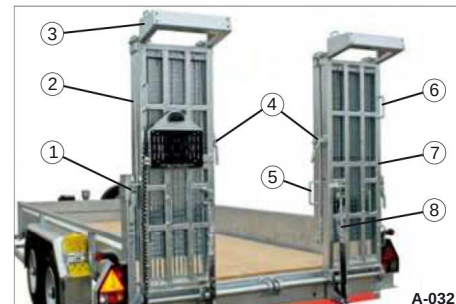

Fig. 34 Adgangsramper, opdelt i to dele
• Lås drejegrebets lås op (fig. 34/4):